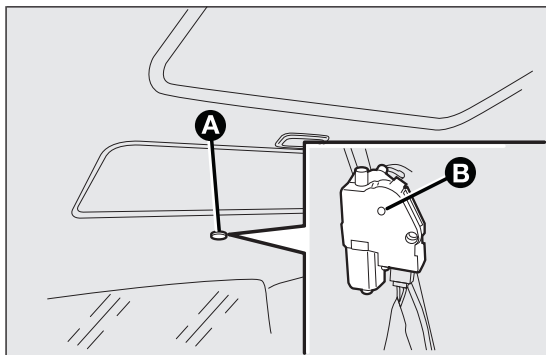

fig. 67
- ☐ déposer le bouchon de protection A fig. 67 situé sur la partie AR du revêtement intérieur ;